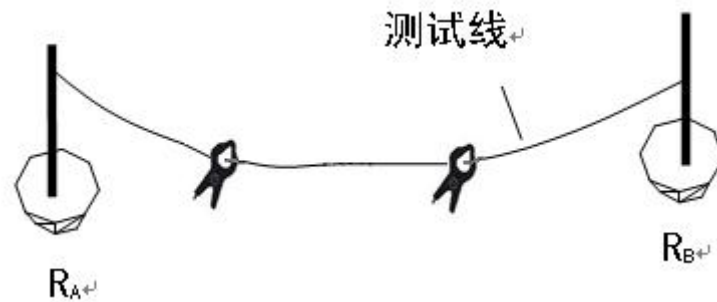

图 5 独立接地体地阻测量
① 双钳法在测试过程中，一定要有一个有效的闭合回路。解决的办法是找一个辅助接电极，将被测接地体与接地良好的辅助地（如自来水管等）用连接线连在一起，将二个钳口钳入连接线上，（图 5 所示）：二者间距 30cm 左右，此时按“双钳”键，进行双钳法测量界面，再按“测试”键直接显示测量结果。测试独立接地体接地电阻时可根据不同的情况采用不同的测试方法。
② 当机房处于低楼层时（一、二层）可采用地桩测试方法，直接测出接地电阻。
③ 机房处于较高楼层时，（二层以上），可采用“独立接地体”测试方法此种方法是基于将自来水管网的接地电阻理论上认为是零欧姆，但实际上是有电阻值的，此时测试分为二步：第一步，按“独立接地体”测试方法测出  $R_A$ ；第二步，单独在一楼将自来水管的接地电阻按“地桩”测试方法测出  $R_B$ （此时自来水管看作独立接地体），（ $R_A - R_B$ ）即为机房接地装置的实际接地电阻。